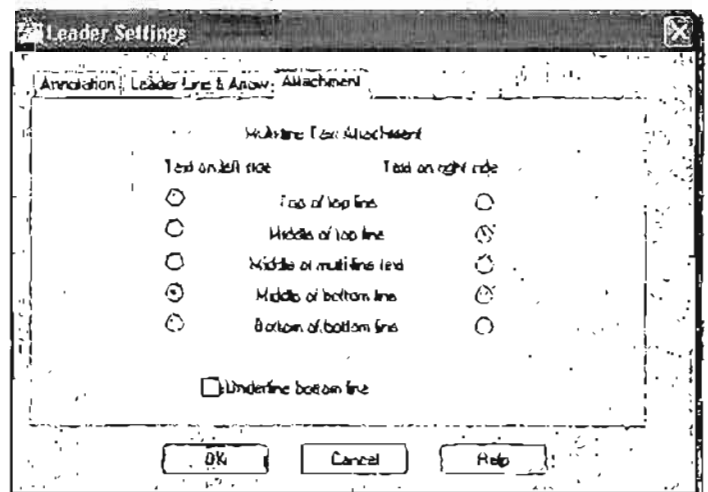

Рис. 11.39. Диалоговое окно для выносок, вкладка **Attachment (Выравнивание)**
**Вкладка Attachment (Выравнивание):** Третья вкладка (рис. 11.39) доступна только в случае, если на первой вкладке в качестве типа выноски выбран **Mtext (Мтекст)** (см. рис. 11.36).